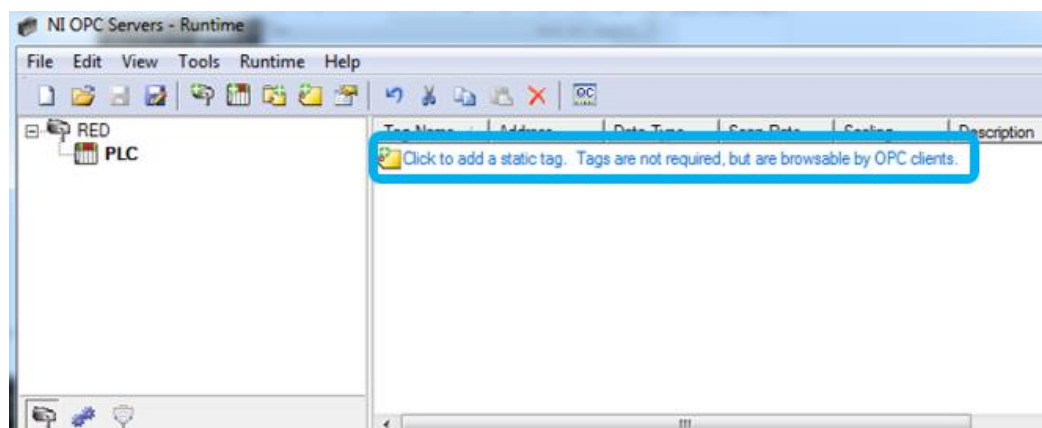

Figura 2.73: Añadir un tag al dispositivo PLC.
1. Dar clic en añadir un tag como se indica en la figura 2.73.